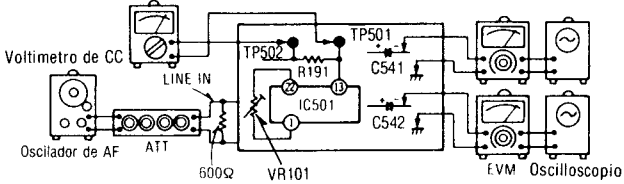

Fig. 19
1. Hacer las conexiones que se muestran en la Fig. 19, y suministrar una señal de 1kHz -27dB desde LINE IN. Colocar también el selector de reducción de ruido en la posición de cinta dbx.